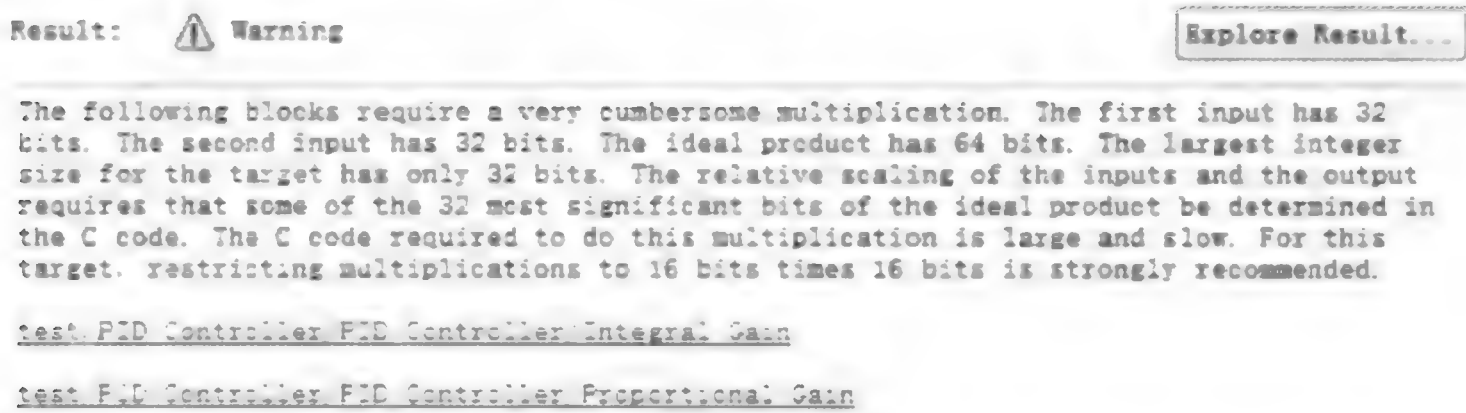

图 9.9.16 确认存疑的定点化处理任务界面
(8) Identify questiona fixed-point operations 警告项提示说定点数的乘法应遵循一定的规则,如图 9.9.16 所示。例如两个 32 位定点数相乘的结果只有用 64 位定点数表示才能保证不发生溢出错误,根据 9.5 节“定点模型”得出的结论,输出的结果仍然用 32 位表示,因此该项检查认为可能会出现问题。而实际上,在 Fixed Point Tool 中已经验证了 32 位定点数在本模型中是不会产生溢出的,所以这项警告可不用理会。